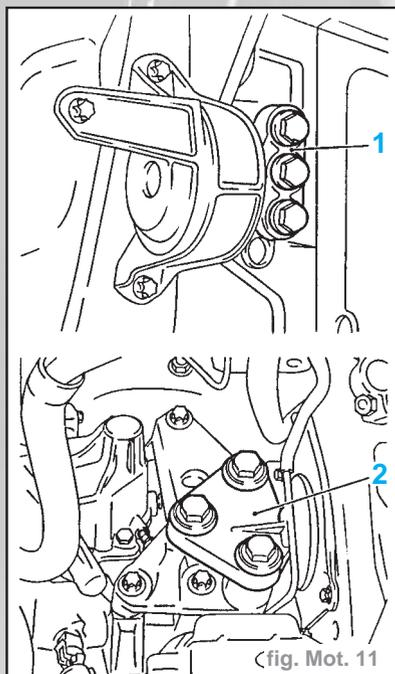

fig. Mot. 11
- déposer la vis de fixation (1) et débrancher la conduite de réfrigérant
- déposer la vis de fixation (2) et déposer la conduite de réfrigérant du réservoir dessiccateur
- Retirer le support de bloc amortisseur gauche de moteur (1) et le support de bloc amortisseur droit de moteur (2) du socle de retenue de bloc amortisseur de moteur (fig. Mot. 11).
- Remonter le support du bloc d'amortissement droit du moteur sur le support de retenue du bloc d'amortissement du moteur. Couple de serrage : **5,5 daN.m** (fig. Mot. 11).